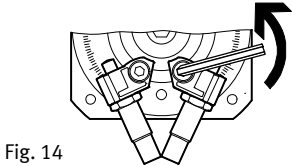

Fig. 14
4. Drehen Sie die Klemmschrauben für die Dämpferhalter auf (Fig. 14). Zum Verschieben der Dämpferhalter genügt das Lockern der Klemmschrauben, bis sie sich gerade verschieben lassen.